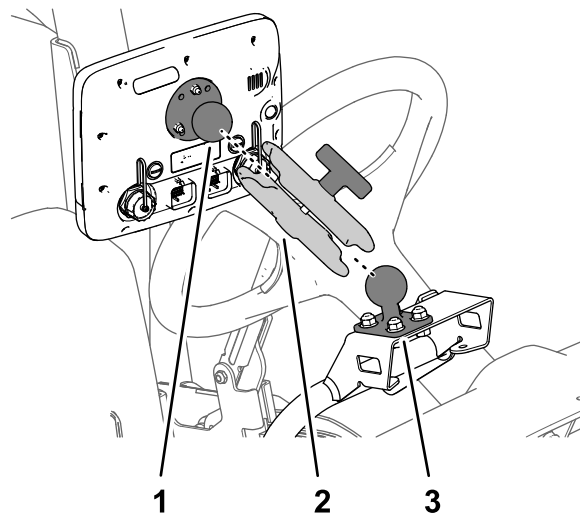

Figura 165
- Conecte la bola del monitor y el soporte de bola de la máquina al brazo del monitor (Figura 165).
- Ajuste el monitor de manera que quede visible desde la posición del operador de la máquina, y apriete el pomo del brazo del monitor a mano (Figura 165).